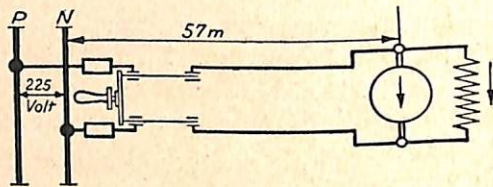

Abb. 5 (zu Aufg. 40).
40. Die einfache Länge der beiden Zuleitungen (Hin- und Rückleitung) für den Gleichstrommotor in Abb. 5 mißt 57 m. Die Leitungen sind aus Kupfer hergestellt. Wenn der Motor voll belastet ist, fließen durch die Leitungen 25 Ampere. Am Anfang der Leitungen herrscht eine Spannung von 225 Volt. Die Leitung hat einen Querschnitt von 6 mm^2 .